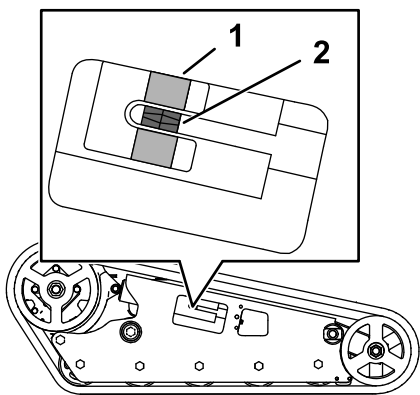

図 58
テンションブロックがデカルの緑色のガイドに整列していること、またはテンションチューブの槽の後端から 13 mm 離れていることを確認してください 図 58。
4. 1/2" のドライブラチェットを使用して、テンションねじを回して、テンションブロックをデカルの緑色のガイドに整列、またはテンションチューブの槽の後端から 13 mm の距離にセットする 図 58。
8. テンションブロックがデカルの緑色のガイドに整列していること、またはテンションチューブの後端から左右共に 13 mm 離れていることを確認してください 図 58。必要に応じて調整する。